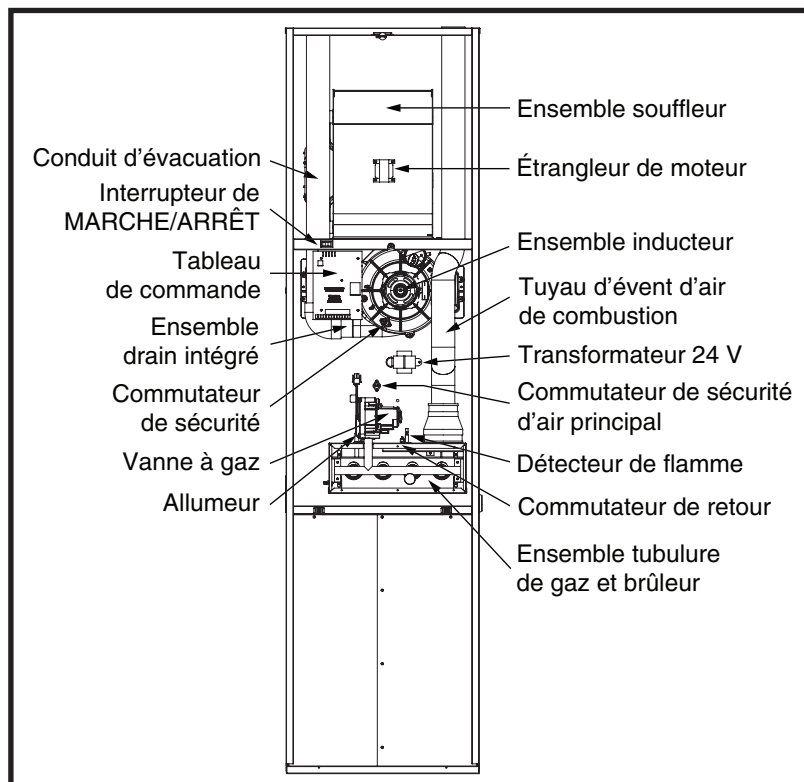

Figure 23. Composants de la fournaise
- Si le souffleur d'inducteur fonctionne et que les éléments ci-dessus ont été vérifiés, vérifiez le commutateur de sécurité du souffleur et le réenclencher au besoin. Voyez la Figure 23 pour l'emplacement du trou.
Les descriptions ci-dessous sont celles de différents composants fonctionnels qui ont une incidence sur le fonctionnement et l'arrêt de cette fournaise. Certains de ces composants et leur emplacement sont montrés à la Figure 23. S'il faut remplacer l'un des composants de la fournaise, utilisez uniquement des pièces de remplacement homologuées par le fabricant, indiquées dans la liste de pièces de remplacement fournie en ligne.